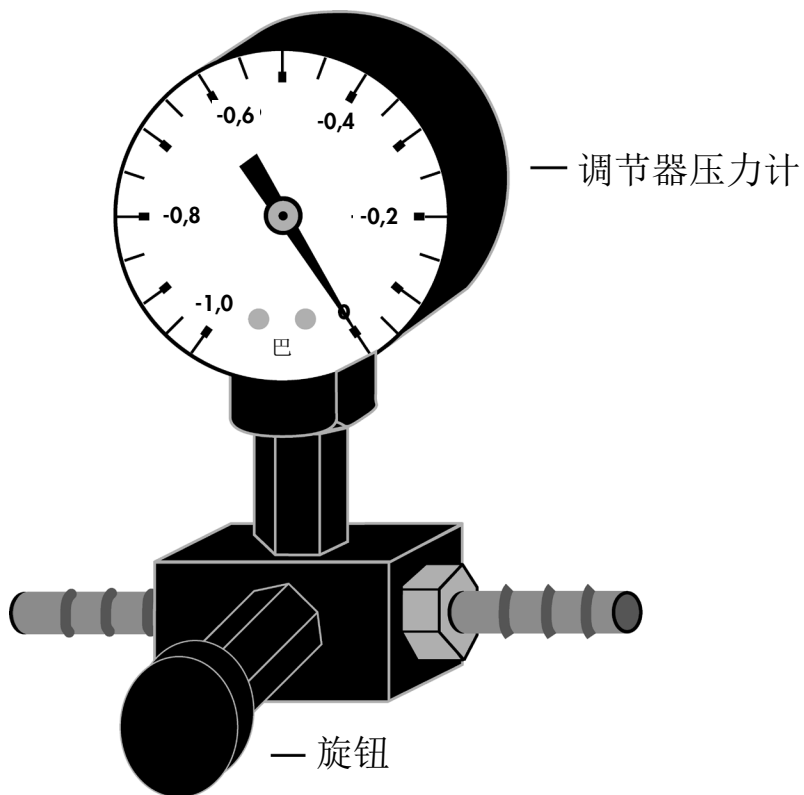

图 3. Vacuum Regulator 的示意图。
- 真空压力是指真空歧管内部压力与大气压力之间的压差（标准大气压为 1013 mbar 或 760 mm Hg），可使用 QIAvac Connecting System 或 Vacuum Regulator 进行测定（参见第 24 页的图 3）。真空方案需要使用可产生 -800 至 -900 mbar 压力的真空泵（例如 QIAGEN Vacuum Pump）。务必避免使用更高的真空压力。使用低于建议值的真空压力可能会导致 DNA 产量和纯度下降，并可增加膜堵塞频率。
让 QIAamp Mini 离心柱的盖子保持打开状态，并施加真空。在步骤之间关闭真空，以确保处理过程中施用的真空压力的一致性。为了更快地释放真空，应使用真空调节器（请参阅第 24 页，图 3）。